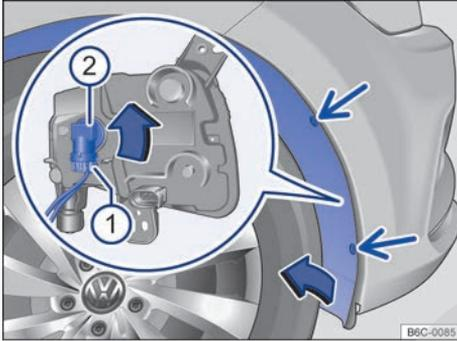

Fig. 130 En la caja de la rueda delantera: acceso a la bombilla del farol de neblina.
2. Retirar los tornillos de fijación del guardabarros → fig. 130 (flechas) con la ayuda de un destornillador.
5. Desencajar el conector de alimentación de la lámpara → fig. 130 ①, presionar al mismo tiempo, la traba de fijación del conector.
6. Girar el portalámparas → fig. 130 ②, en sentido antihorario hasta el tope y desencajarlo del alojamiento.
11. Encajar el conector de alimentación ① en el portalámparas, el conector debe encajarse audiblemente.
13. Volver a colocar los tornillos de fijación → fig. 130 (flechas) y ajustarlos.